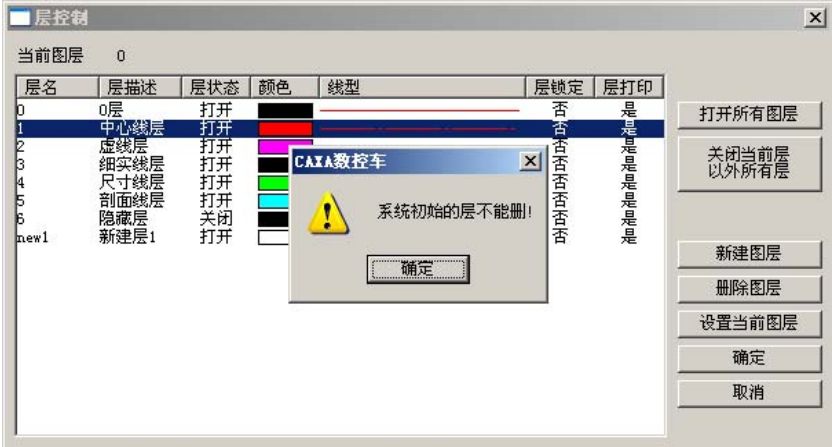

图 9-5 删除原始图层提示框
(3) 单击【是】，图层被删除，然后单击【确定】，结束删除图层操作。
**注意：**该操作只能删除用户创建的图层，不能删除系统原始图层。若删除系统原始图层，则系统会给出提示信息，如图 9-5 所示。